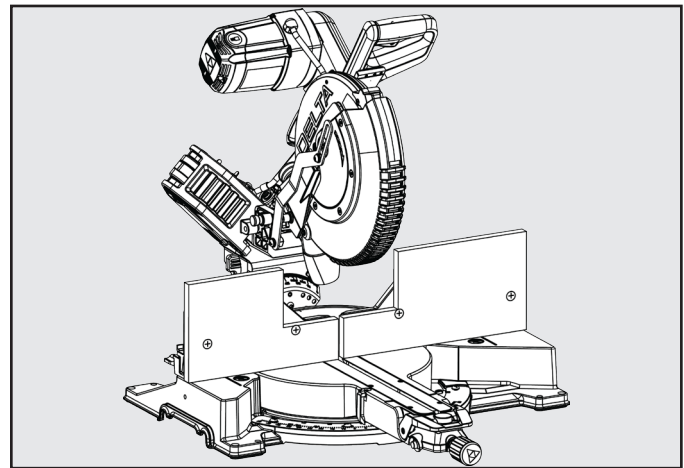

Figura 24
2. Coloque la madera de la guía tope auxiliar contra la guía tope de la sierra ingletadora. Consulte la Figura 24. La altura máxima para esta madera no deberá exceder 6,5". Asegúrese de que la guía tope auxiliar no entre en contacto con el cabezal de la sierra y compruebe que el cabezal de la sierra esté en la posición completamente hacia ABAJO y RETRAÍDO.